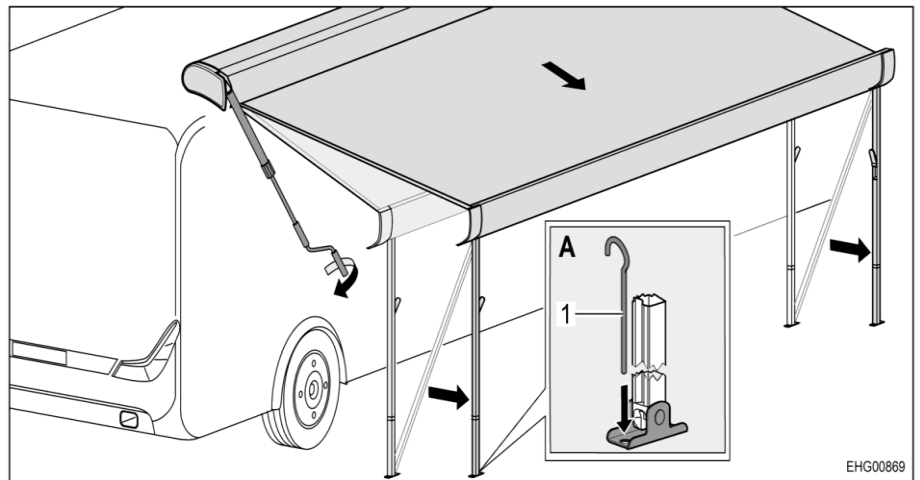

Bild 47 Markise in Endstellung bringen
- Stützfüße mit Heringen (Bild 47,1) am Boden befestigen (Bild 47,A).